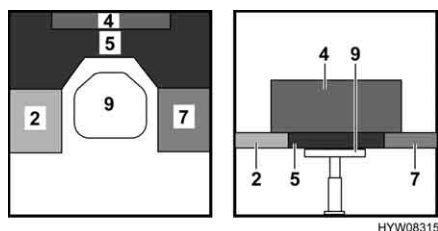

Fig. 65 Durante la trasformazione
- Trasformare il tavolo (Fig. 65, 9) in struttura di supporto letto (vedi paragrafo 6.9).